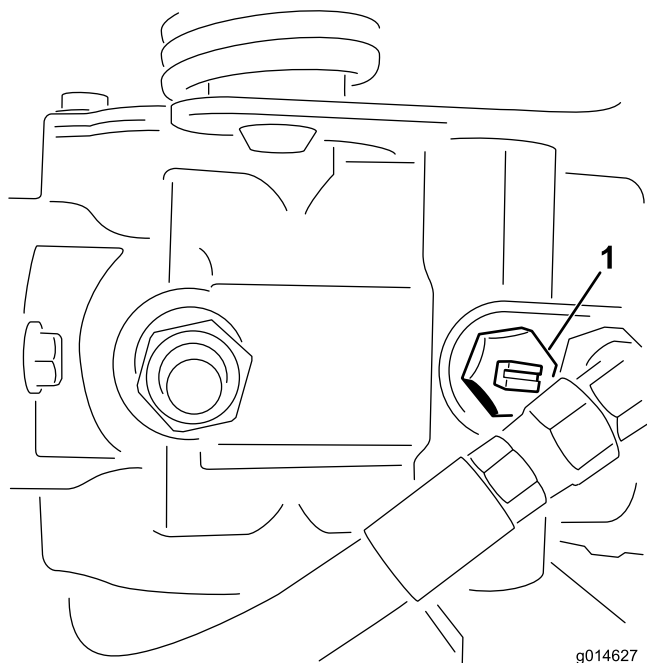

図 41
1. 油圧ポンプについているバイパスバルブ（図 41）の溝が「縦」になるようにバルブを回転させる。
2. エンジンを開始する時には、必ずバイパスバルブ（図 41）を閉じる（溝が横向きになる）。バルブを開けたままでエンジンを掛けないこと。